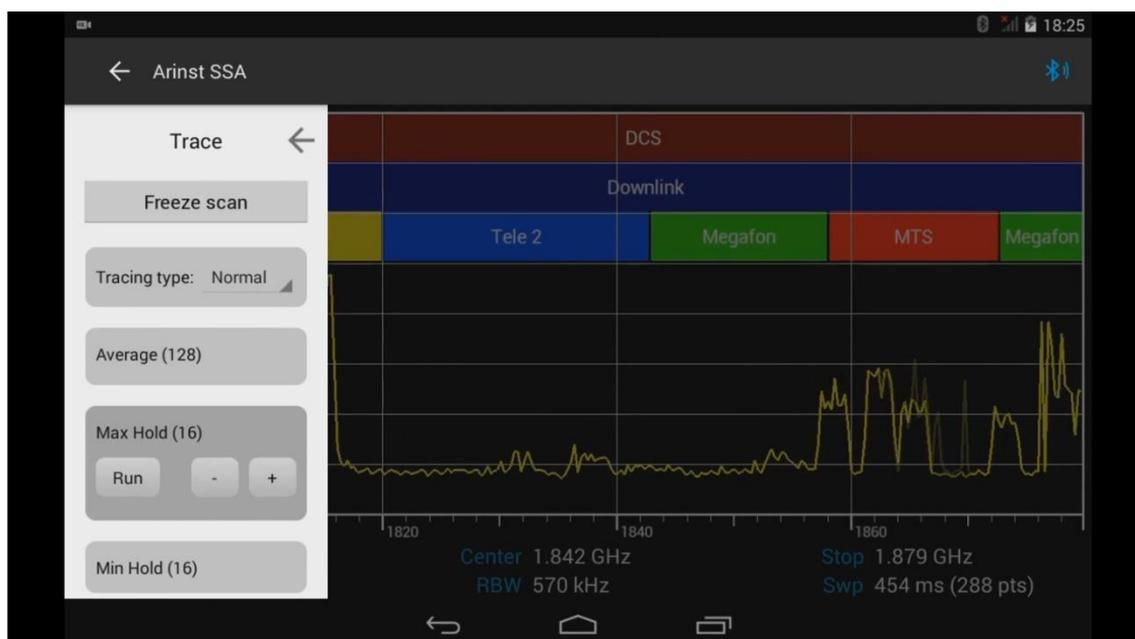

Рисунок 58 – Установка числа сканирований для отображения максимумов.
8.9.7. Режим **Max Hold** позволяет отобразить максимальные результаты измерений по нескольким сканированиям. Кнопками «-» и «+» установите необходимое количество сканирований (в диапазоне от 4 до ∞) и нажмите команду запуска **Run**, рисунок 58. Максимальный усредненный результат измерений будет отображаться на экране планшета/смартфона красным графиком.